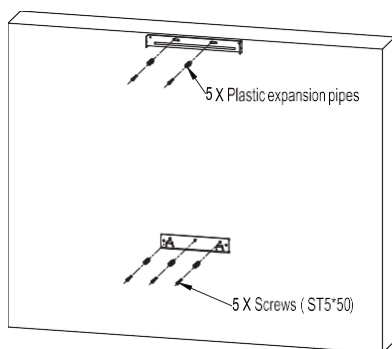

Fig.4
- Fixar a placa de instalação e a placa de instalação da chaminé de extensão, instalar os tubos de expansão de plástico da placa de instalação da chaminé na parede. Veja Fig.4.